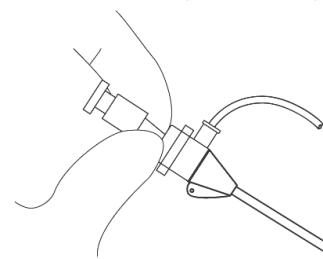

図 3
- (9) 下大静脈内におけるイントロデューサーの X 線不透過性のチップ及びダイレーターのマーカーの位置は、下大静脈造影の視野調整のため腎静脈より下にする。
- (10) ガイドワイヤーを引き抜く。
- (11) ダイレーターから造影剤を注入し、マーカーを対照として留置予定部位の腎静脈分岐部直下の下大静脈径を決定する。2 本のマーカーの間隔は、端から端までで 30mm である。
- (12) ガイドワイヤーを再挿入する。このとき、イントロデューサーの先端を下大静脈内の適切な位置に進めておくこと。
- (13) ガイドワイヤーを引き抜く。ダイレーターをハブのスナップーフィットリングを開放してイントロデューサーから取り外す。(図 3) ダイレーターを引き抜く。